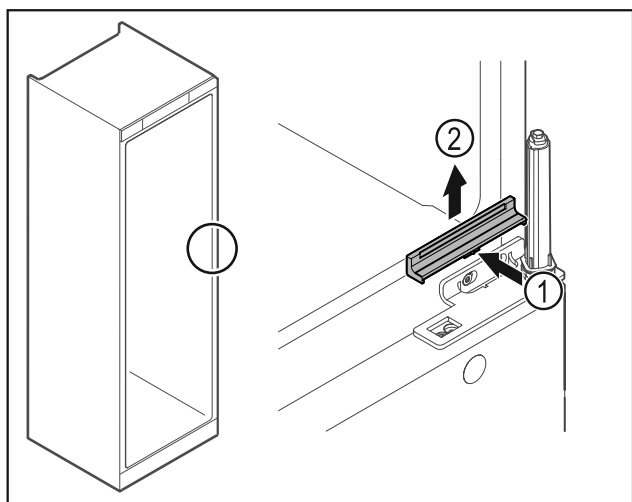

Fig. 26
- ▶ Kryt Fig. 26 (1) uprostřed mírně stiskněte a vyjměte směrem nahoru Fig. 26 (2).